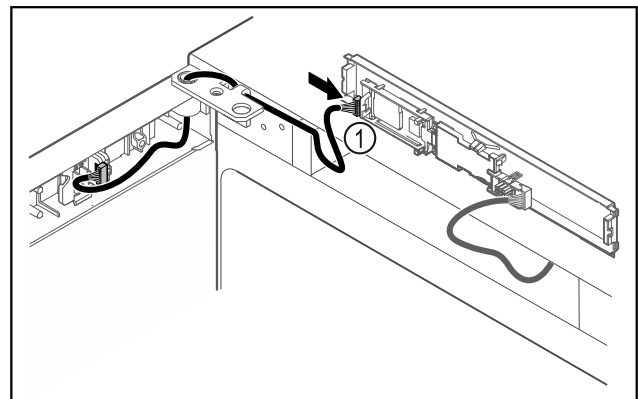

Fig. 46
- ▶ Подключите штекер Fig. 46 (1) к панели.